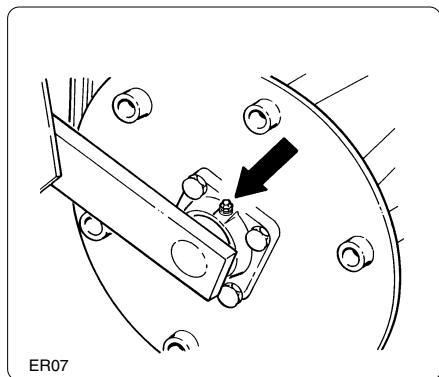

fig. 7.4.1
- Ingrassare i supporti del rullo posteriore (fig. 7.4.1).